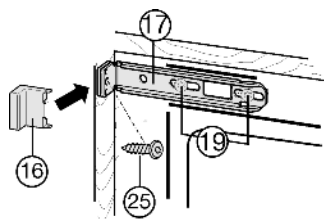

Fig. 19
- ▶ Schroeven Fig. 19 (19) iets losdraaien.
- ▶ Bovenste bevestigingshoek Fig. 19 (17) met spaanderplaatschroef Fig. 19 (25) $\varnothing 4 \times 19$ aan de meubelwand vastdraaien.
- ▶ Het uitstekende uiteinde van de afdekking Fig. 19 (16) afbreken.
- ▶ Schroeven Fig. 19 (19) aandraaien.
- ▶ Afdekking Fig. 19 (16) plaatsen.